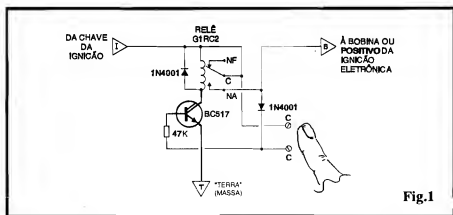

Fig.1
**- FIG. 1 - DIAGRAMA ESQUEMÁTICO DO CIRCUITO** - Todo o "truque" se resume na inserção, após a chave convencional de ignição (no percurso da alimentação positiva de 12 VCC ao sistema de partida e ignição, não importando se esta é do tipo "normal" ou eletrônico...) de um par de contatos NA (Normalmente Aberto) de um relé comum (capaz de manejar confortavelmente cerca de 10A, Corrente suficiente para a finalidade...). Dessa forma, apenas quando já foi efetuado o primeiro "meio giro" da chave de ignição (ligação do sistema elétrico geral do carro...), o tal contato Normalmente Aberto poderá ser "fechado", a partir do toque de um dedo sobre os pontos metálicos "C-C"... Nesse momento, a pequena Corrente que transita pela Resistência da pele do operador, e também através do resistor de 47K, torna-se suficiente para polarizar o poderoso (em termos de ganho...) transistor Darlington BC517, levando-o à saturação, com o que sua Corrente de coletor poderá energizar a bobina do referido relé (o "velho" diodo em "anti-paralelo" com a dita bobina, protege o transistor contra "chutes" de Tensão ocorridos nos momentos de chaveamento...). Uma vez fechados os contatos NA, o setor de partida e ignição do carro torna-se operacional, enquanto que o segundo diodo (1N4001) se encarrega de manter o BC517 polarizado (via resistor de 47K), assegurando a permanência da energia, até que a chave convencional de ignição seja desligada, retornando todo o sistema ao ponto "zero"!